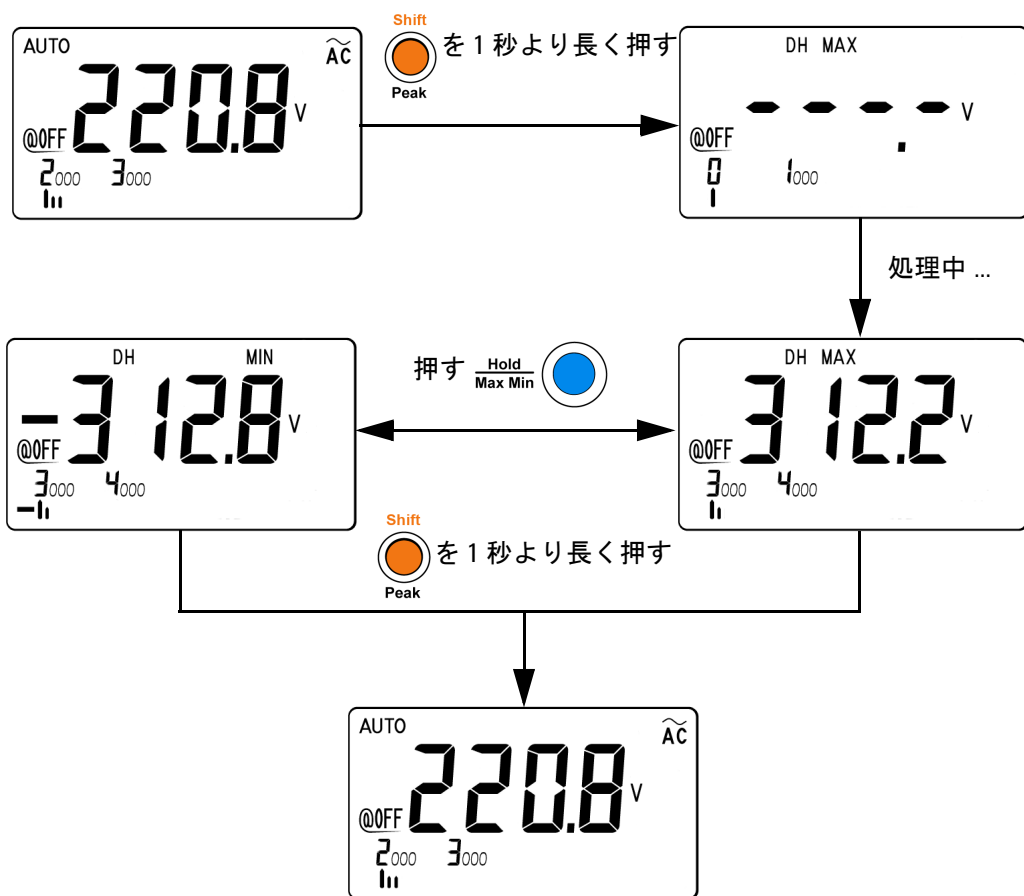

図 3-4 1 ms ピーク・ホールド・モード動作
- 4 図 3-4（42 ページ）に示す測定例では、クレスト・ファクタは $312.2/220.8 = 1.414$ です。